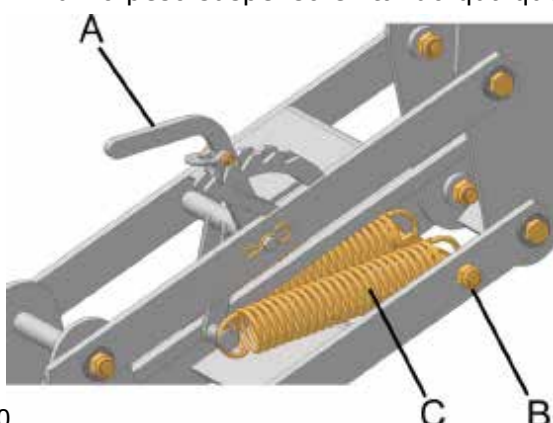
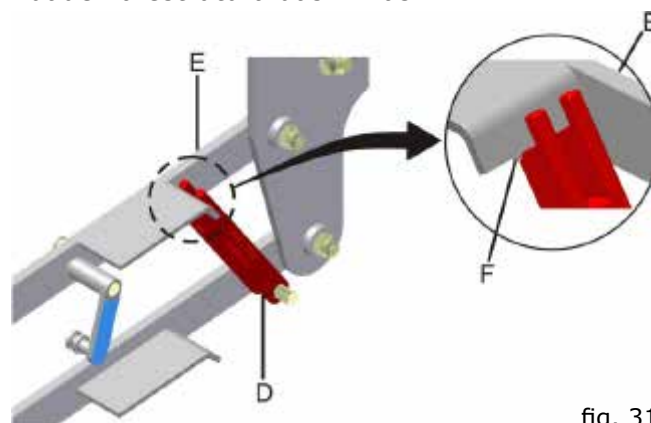

fig. 30
fig. 31
- Tire a pressão das molas (C) (fig. 30), através da alavanca (A), em seguida remova as molas (C), retire o pino (B) e suspenda a linha calçando-a com o calço (D) (fig. 31) e montando novamente o pino (B), travando o mesmo com os grampos "R".